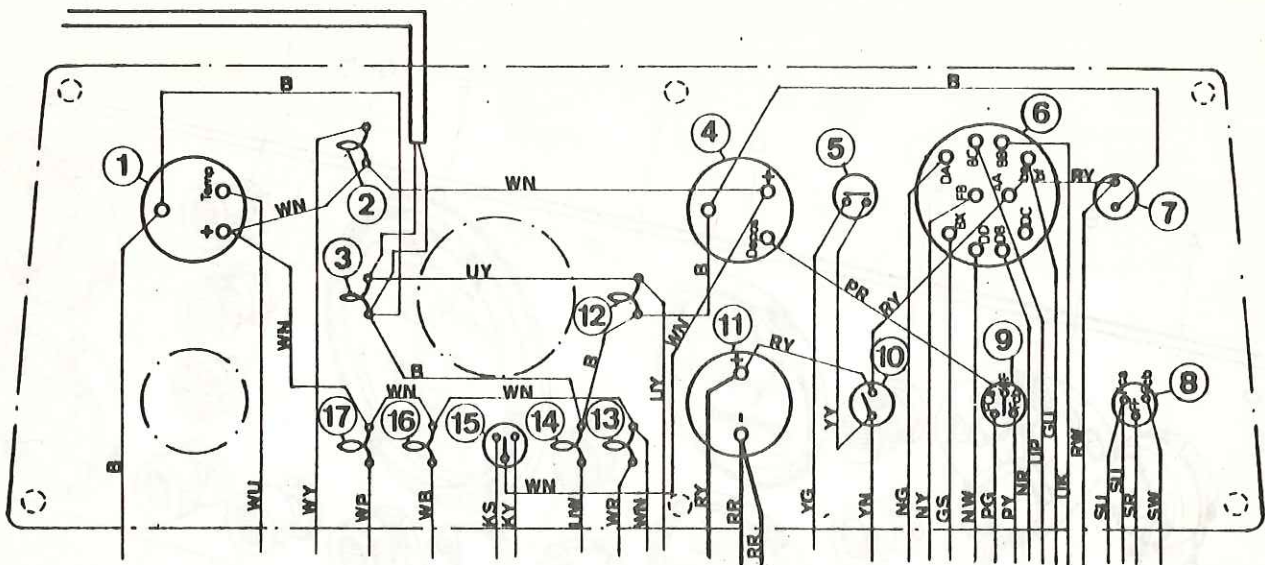

Fig. P3-5 Esquema eléctrico panel de instrumentos. Gasolina
- 2.1. Efectuar las conexiones de los interruptores y de los indicadores según se indica en el -sхема eléctrico gasolina (Fig. P3-5) ó Diesel (Fig. P3-6).
- 2.1. Realizar el montaje en orden inverso a su desmontaje, efectuando las conexiones del indicador desmontado, según el esquema eléctrico que corresponda, ya sea gasolina (Fig. P3-5) ó Diesel (Fig. P3-6).
- 2.1. Realizar el montaje en orden inverso a su desmontaje, conectando los cables según el esquema eléctrico que corresponda, gasolina (Fig. P3-5) ó Diesel - (Fig. P3-6).
- 2.1. Realizar el montaje en orden inverso a su desmontaje, conectando lo según el esquema eléctrico que corresponda, gasolina (Fig. P3-5) ó (Fig. P3-6).